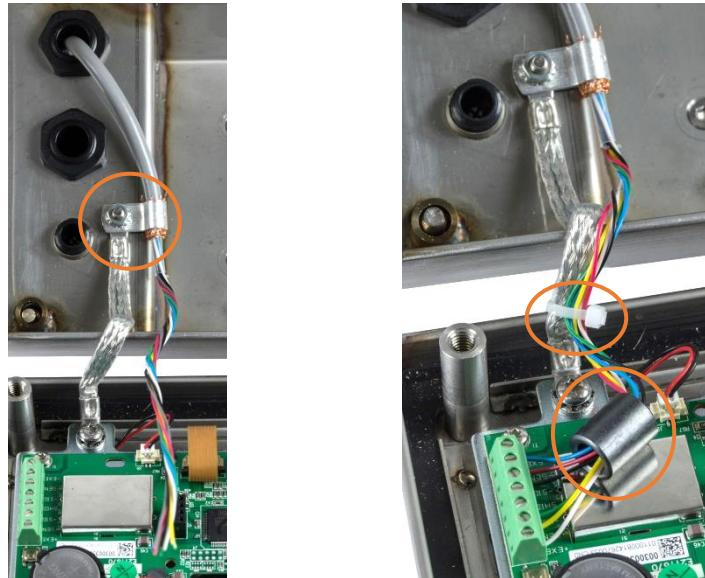

Figure 2-32 : Installation de la ferrite du câble d'un capteur analogique avec mise à la masse sur le châssis, IND236
5. Connectez le serre-câble de mise à la masse à l'enceinte en utilisant la vis de fixation de la tresse de charnière, comme sur la Figure 2-32 (à gauche).